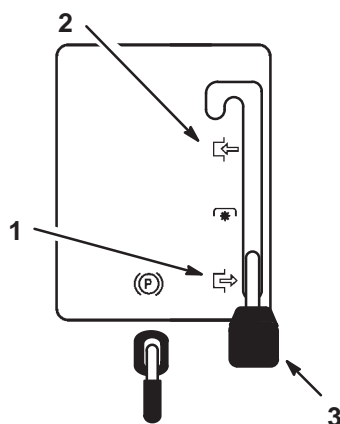

Figure 21
2. Mettez la commande des lames (PdF) en position embrayée (Fig. 21).
2. Mettez la commande des lames (PdF) en position débrayée (Fig. 21).